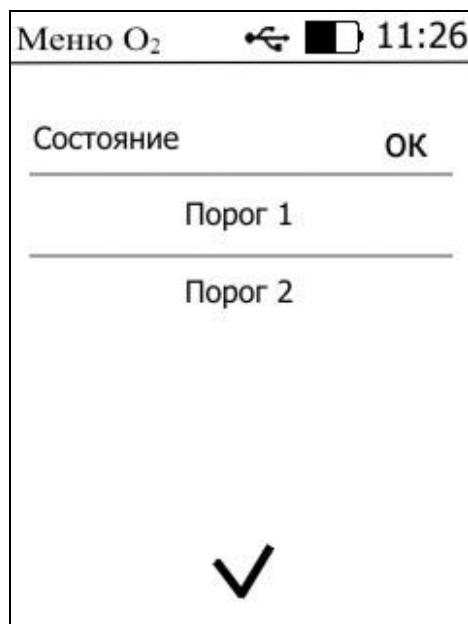
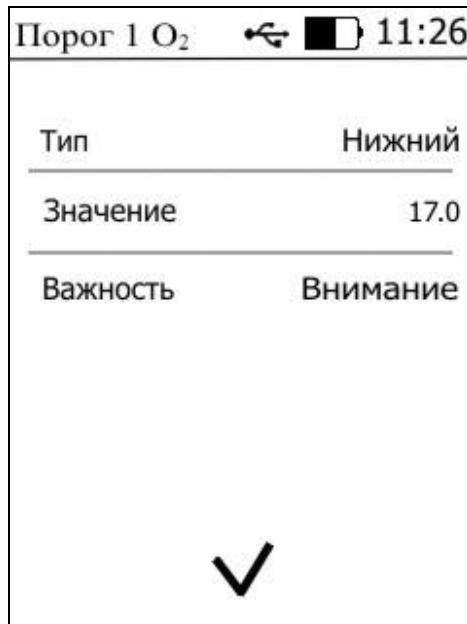

Рисунок 5.5 Экран выбора порога
Рисунок 5.6 Экран настройки выбранного порога
- 4.7 При включении газоанализатора осуществляется самотестирование газоанализатора в течение 5 секунд. При наличии внутренних неисправностей газоанализатор на индикаторе сигнализирует номер неисправности. После успешного тестирования и завершения загрузки на дисплее отображаются поля для отображения измерений и их параметров. Расшифровка неисправностей тестирования и других ошибок в работе газоанализатора отображается в меню выбора порогов, Рисунок 5.5.
Для настройки нужного порога нажать на область «Порог 1» или «Порог 2», Рисунок 5.5. В экране настройки выбранного порога установить тип «верхний» или «нижний», пороговое значение параметра и его важность: «Внимание» или «Тревога», Рисунок 5.6.